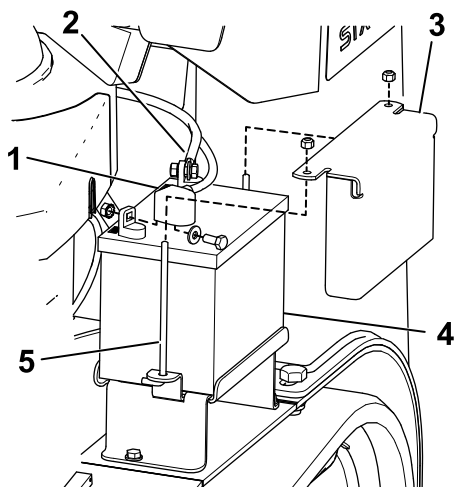

Figure 41
3. Enlevez le capuchon en caoutchouc noir qui protège le câble négatif. Débranchez le câble négatif de la borne négative (-) de la batterie (Figure 41).
4. Enlevez le capuchon rouge de la borne positive (rouge) de la batterie. Débranchez ensuite le câble positif (rouge) de la batterie (Figure 41).
5. Enlevez la plaque de maintien, les boulons en J et les contre-écrous de fixation de la batterie (Figure 41) et retirez la batterie.
1. Branchez le câble positif (rouge) de la batterie à la borne positive (+) à l'aide des fixations retirées précédemment (Figure 41).
3. Branchez le câble négatif de la batterie à la borne négative (noir) au moyen des fixations retirées précédemment (Figure 41).
4. Fixez la batterie au moyen de la barre et des écrous à oreilles (Figure 41).